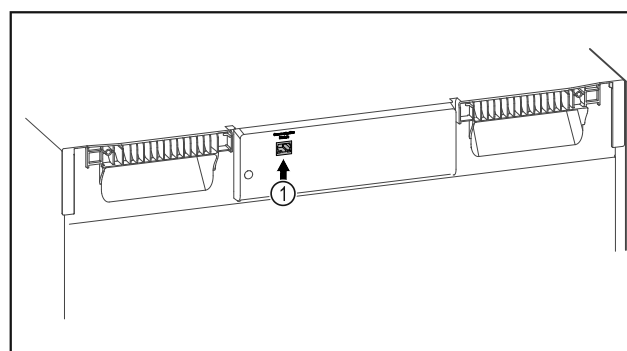

Fig. 93
- SmartModule Fig. 93 (1) inserito.